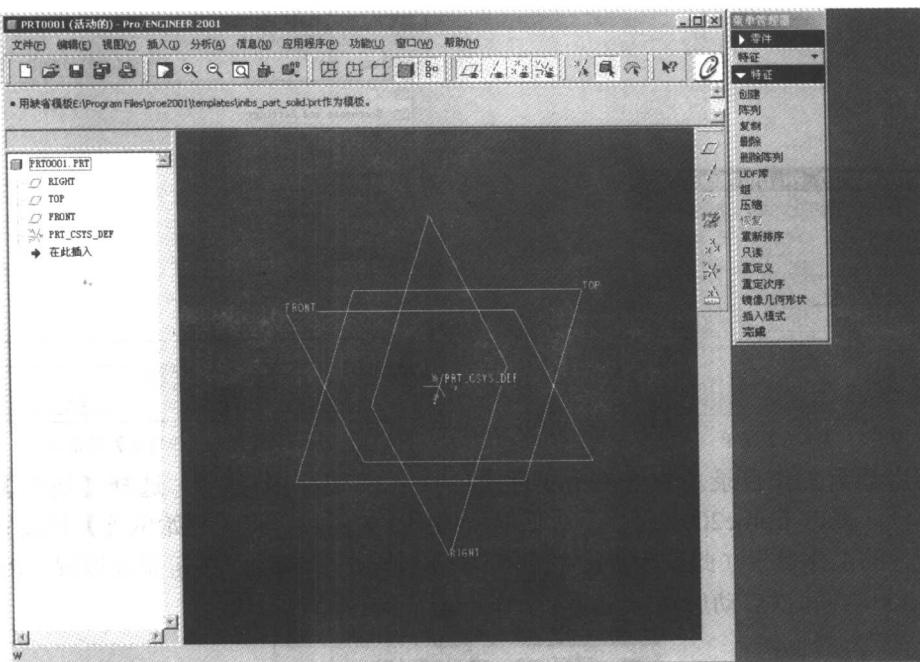

图1-4 中文界面
- 继续安装 Pro/E，安装完成后重新启动，得到中文界面，如图 1-4 所示。